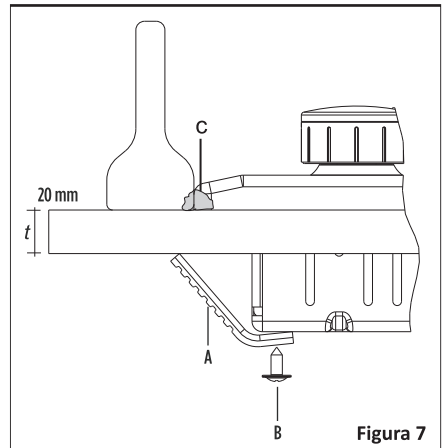

Figura 7
- Inserire l'apparecchio nell'apertura e fissarlo in posizione con le staffe (A) e le viti (B). Regolare la posizione delle staffe a seconda dello spessore del piano di lavoro, come indicato nella Figura 7 e stringere le viti in modo uniforme.